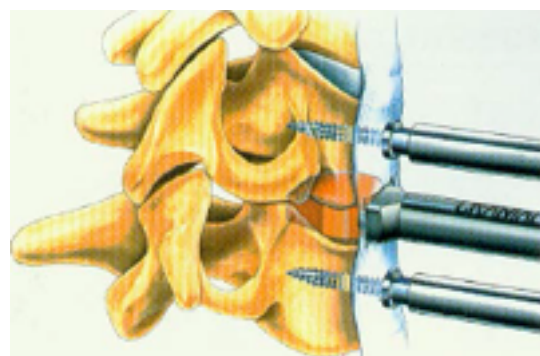

图 4a
- 将试体植入椎间隙，透视检验其位置以及和上下终板的匹配程度，如果第一试体与上下终板配合不紧，应增一号再试（图 4a）。